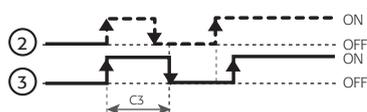

Рис. 4.ф
**Обозначения на Рис. 4.с...4.ф**